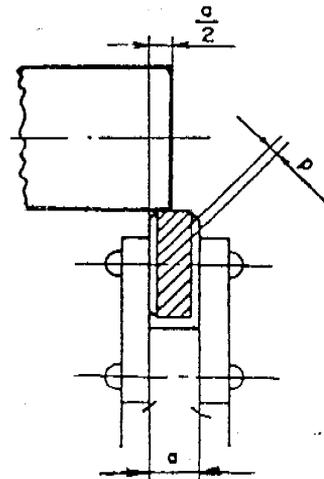

Figura 7
- c. Aplique fuertemente el moleteador contra la pieza sobre la mitad del ancho de las moletas ( Figura 7 ).